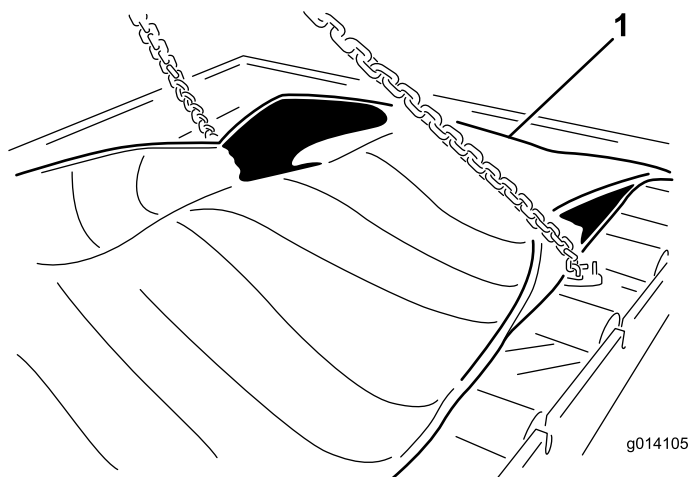

Figura 60
23. Rimuovete i 24 bulloni per liberare il telaio portante (Figura 60).